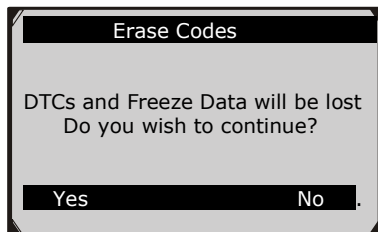

Figura 5.7
- Si oprime la tecla de función **Sí** o **OK**, un mensaje de advertencia, vienen pidiendo su confirmación. (Figura 5.7)